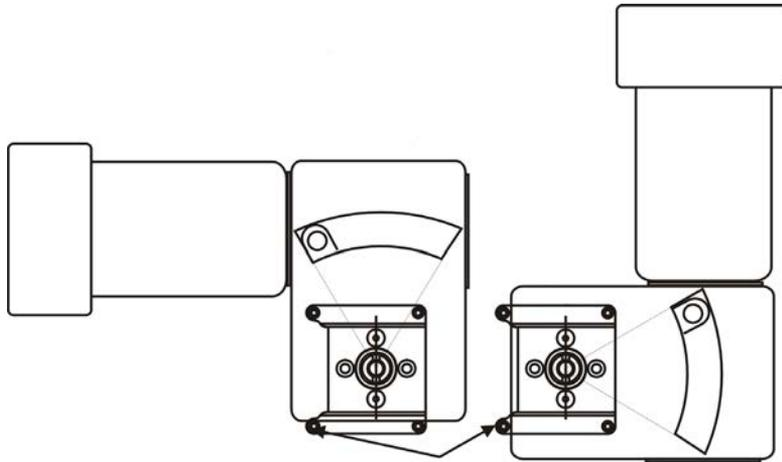
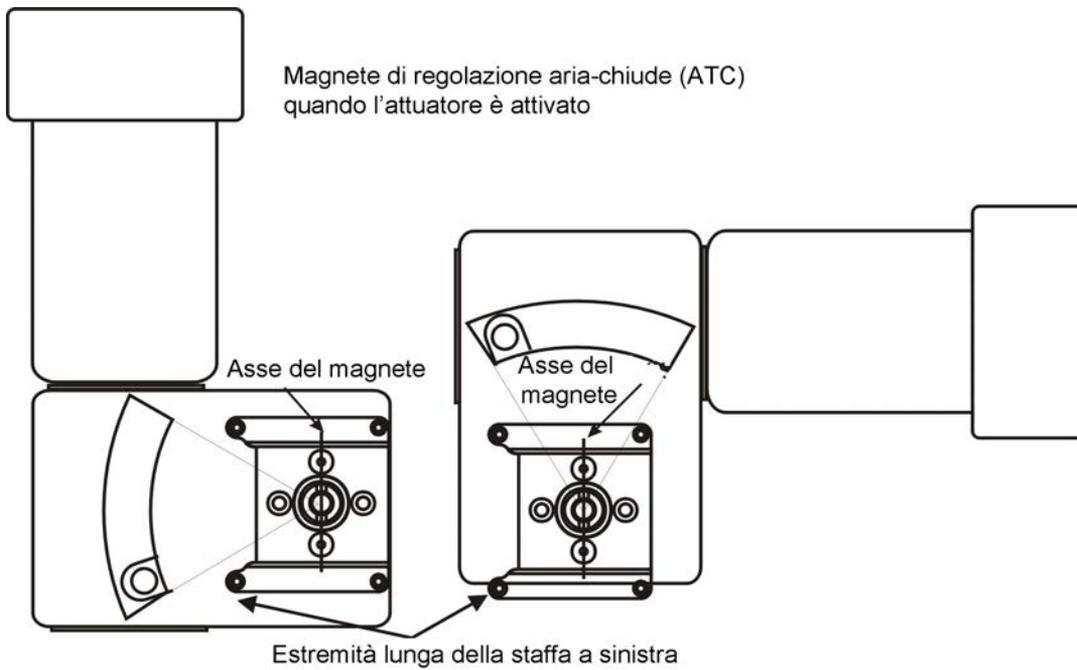

Figura 11 - Montaggio di Camflex ATO (vista laterale)
Figura 12 - Staffa di montaggio attuatore aria-apre
1. Fissare la staffa di montaggio per movimento rotante dell'unità SVI II AP all'attuatore della valvola utilizzando due (2) viti a testa piatta 5/16 - 18 UNC. Montare l'unità SVI II AP come mostrato nella Figura 11 a pagina 41, ATO o nella Figura 12 a pagina 41, ATC. Nella posizione di montaggio preferita, l'estremità lunga della staffa di montaggio si trova a sinistra di fronte all'attuatore, nel caso di qualsiasi posizione della valvola e dell'attuatore.
6. Ruotare il porta-magnete in modo che l'asse del magnete sia in verticale quando la valvola è in posizione di chiusura. Vedere la Figura 11 e la Figura 12.